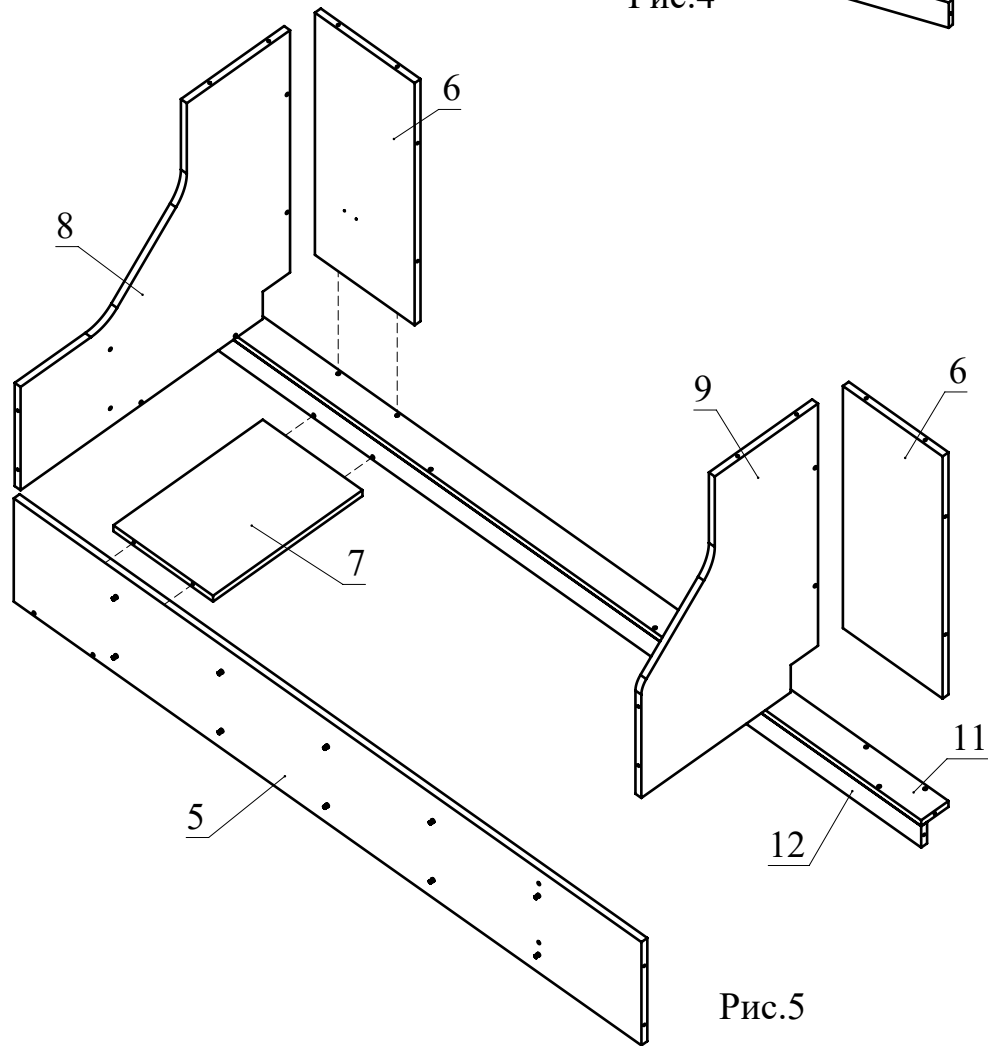

Рис.5
6. Соберите сборку согласно схемы, соединив детали между собой при помощи конфирматов (Рис. 5).